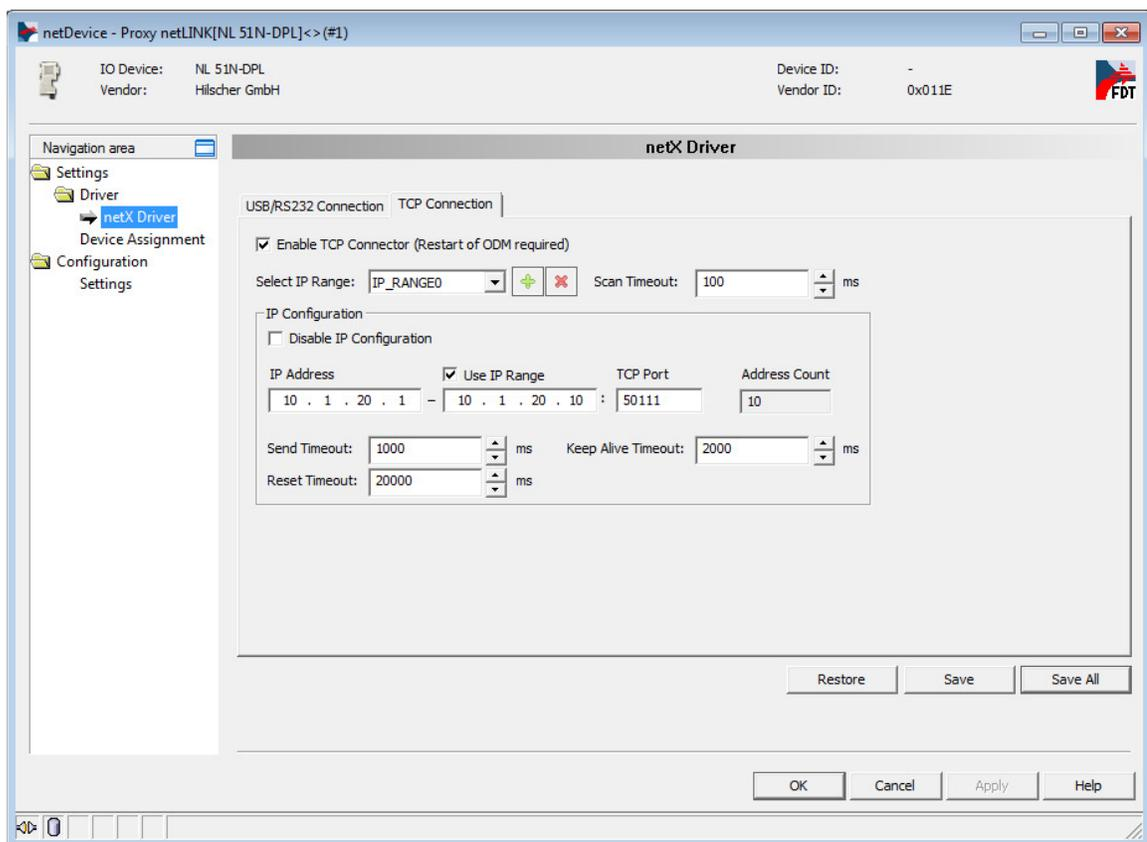

Abbildung 19: Suche nach SYCON-IP-Adresse
4. Überprüfen Sie, ob die Einstellungen mit den Einstellungen in Abbildung 19 übereinstimmen.